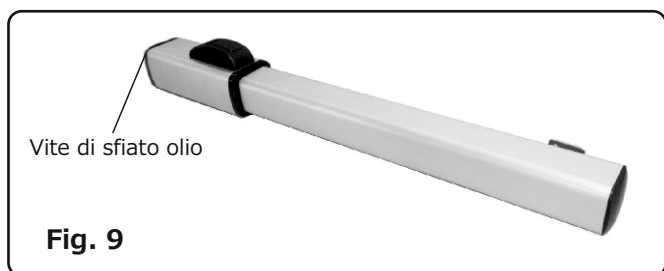

Fig. 9
- rimuovere la vite di sfiato (fig. 9).